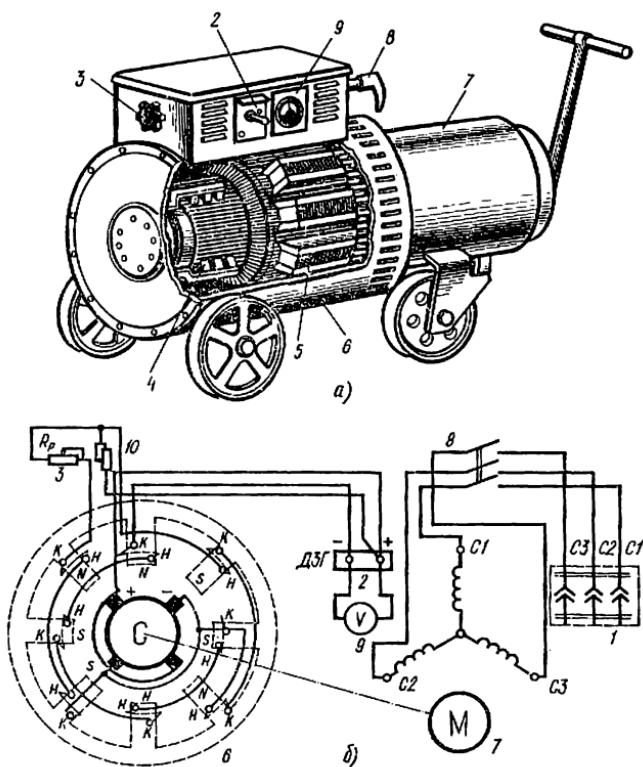

Рис. 30. Сварочный преобразователь ПСГ-500-ИУЗ:
**Ремонт сварочного преобразователя ПСГ-500-1УЗ.** Преобразователь (рис. 30, а) состоит из генератора, асинхронного двигателя и распределительного устройства с пускорегулирующей и контрольной аппаратурой и ходовой части.
С помощью разъема 1 (рис. 30, б) асинхронный двигатель преобразователя присоединяется к сети переменного тока. Выключателем 8 двигатель 7 включается в работу. Подстроенным сопротивлением 3 устанавливается режим работы генератора 6. Регулировочным реостатом 10 регулируется сварочный ток. От колодки зажимов 2 генератора подается питание к сварочному посту. Вольтметр 9 контролирует напряжение сварки.